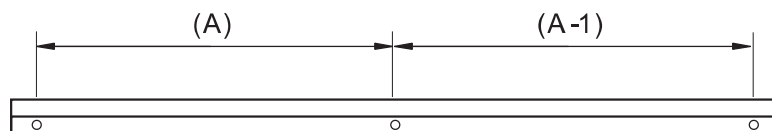

Abb. 1
- 1.2 Nachdem Sie die Position des Spiegelschranks gewählt haben, prüfen Sie, ob die Wand fest ist, messen Sie den Abstand der Löcher (A, A-1) in der Aluminiumleiste mit einem Maßband und markieren Sie ihn mit einem Bleistift an der Wand (Abb. 1).